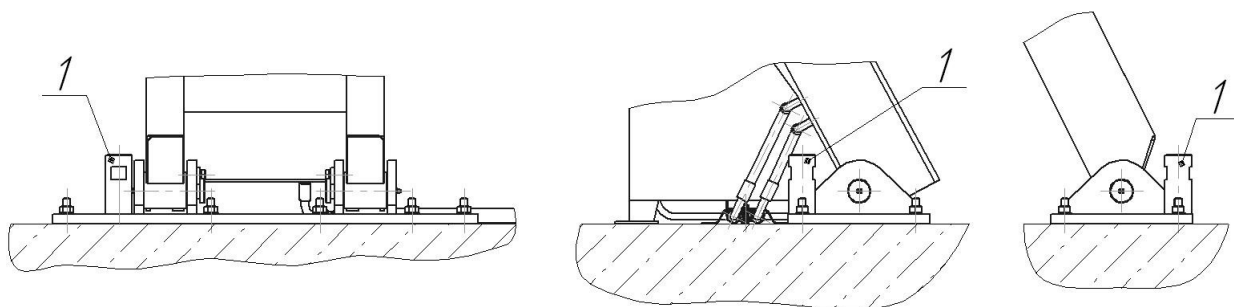

Рис. 4 Установка опор
**1.3** Убрать временные подставки и опустить подъемник. Убедиться, что между платформой и подошвами находятся все опоры (рис. 4 поз. 1).
**1.8** С внутренней стороны подъемника на четырех анкерах-шпильках открутить гайки, убрать шайбы и закрутить на их место опоры (рис. 4 поз.1).